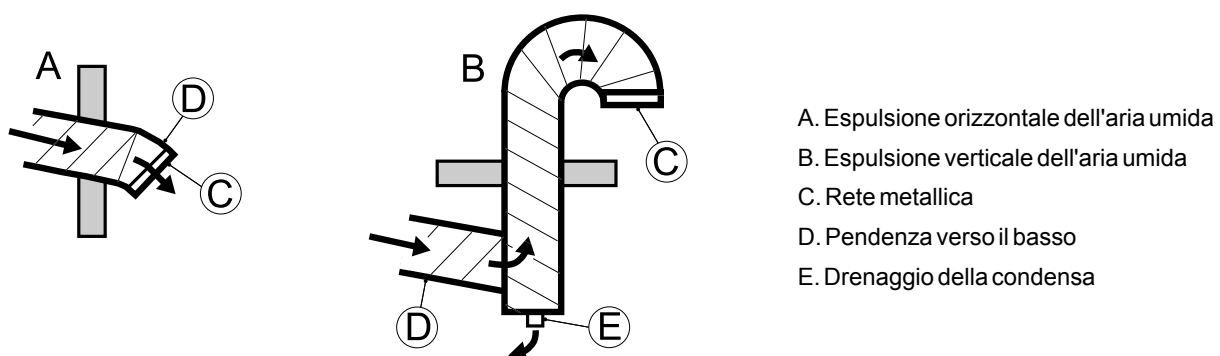

Figura 4.7 Progettazione dell'espulsione di aria umida
- I condotti orizzontali dell'aria umida devono essere installati con una leggera pendenza (lontano dal deumidificatore) per il deflusso dell'eventuale condensa. In corrispondenza dei punti più bassi del condotto di espulsione dell'aria umida devono essere installati condotti adeguati per il deflusso della condensa, vedere *Figura 4.7*.